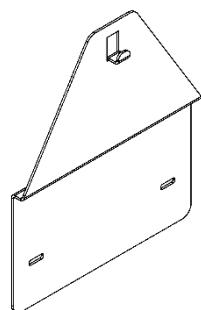

Рисунок 6.
7.2.3 При установке аппарата на место где ранее был установлен аппарат марки «NEVA» или «BaltGaz», который крепился к стене с помощью двух крючков, можно выкрутить данные крючки и использовать отверстия для установки переходной планки (см. рис. 6). Переходная планка 124610-00.050 позволяет смонтировать аппарат с использованием уже имеющихся крепежных отверстий в стене. Переходная планка приобретается отдельно в фирменных магазинах или на сайте baltgaz.ru.